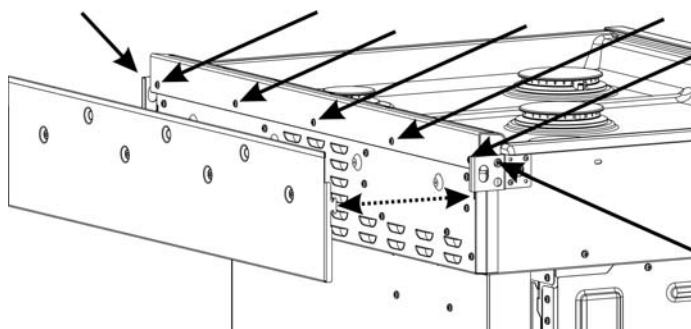

Figure 2 : Emplacements des vis de la garniture (grille d'aération retirée)
5. Soulevez la grille d'aération hors des fentes qui la maintiennent en place (voir Figure 2). Repérez les emplacements des fentes pour plus tard.
7. Retirez les vis qui maintiennent la garniture (cinq vis à l'arrière et une vis à chaque extrémité) (voir Figure 2). Conservez ces vis pour l'installation du dosseret bas.
12. Maintenez le dossieret bas en position verticale tout en installant et en serrant les cinq vis à l'arrière (voir Figure 2).